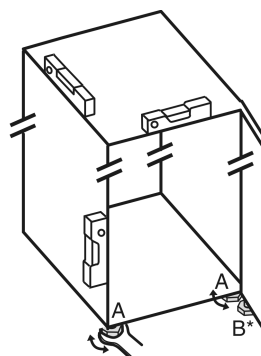

Fig. 4
- ▶ 用随附的开口扳手将垫脚 Fig. 4 (A)借助水平仪旋出，直至稳固、平坦对齐冰箱。
- ▶ 使用随附的开口扳手旋出托架上的垫脚 Fig. 4 (B)，直至垫脚平置于地板。
- ▶ 将垫脚 Fig. 4 (B)继续旋转 90°。